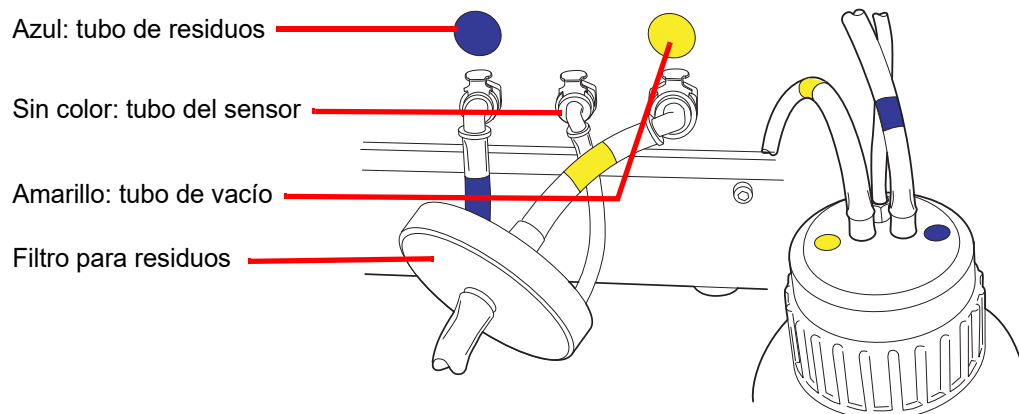

Figure 8-13 Conexiones de los tubos del frasco de residuos
3. Coloque las tres conexiones del frasco de residuos en la parte posterior del procesador ThinPrep 5000. Consulte la figure 8-13. Asegúrese de que los botones de los conectores estén abajo/hacia dentro.